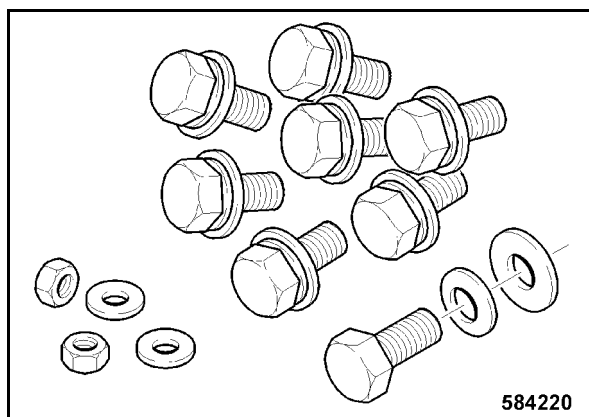

Bild 181
- Tarkista, että kaikki kiinnitysruuvit, laatat, aluslaatat ja mutterit ovat olemassa ohjaamonkopin kiinnitystä varten (Bild 181).